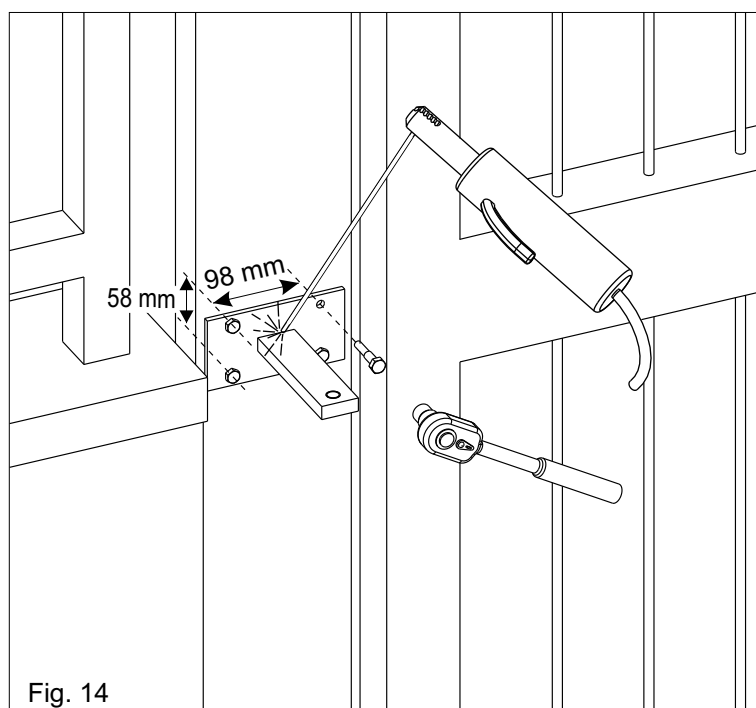
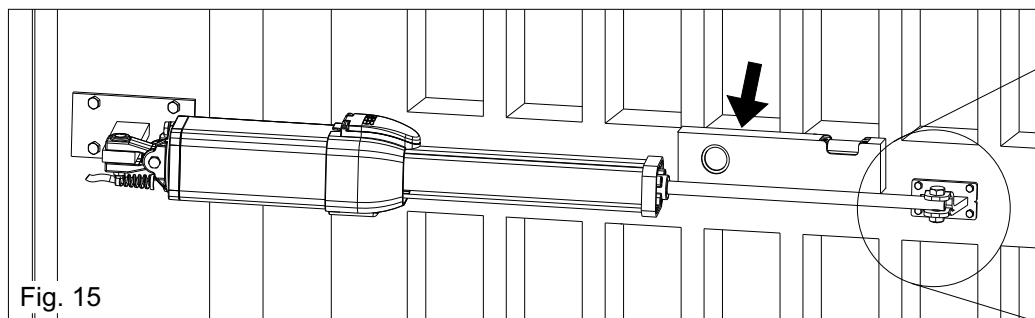

Fig. 14
Fig. 15
Selon le type d'ouverture (intérieure ou extérieure) et la rotation maxie du vantail choisie (voir pag. 36-37), il faut couper (en avant) la bride en respectant le quota "a" de pag. 36-37 et après souder comme dans fig. 14.
Le support doit être positionné de façon que l'opérateur est parfaitement horizontal (Fig.14, Fig.15).
- 4) Positionner l'opérateur de façon parfaitement horizontal donc marquer la position de l'attaque antérieur (Fig. 15)